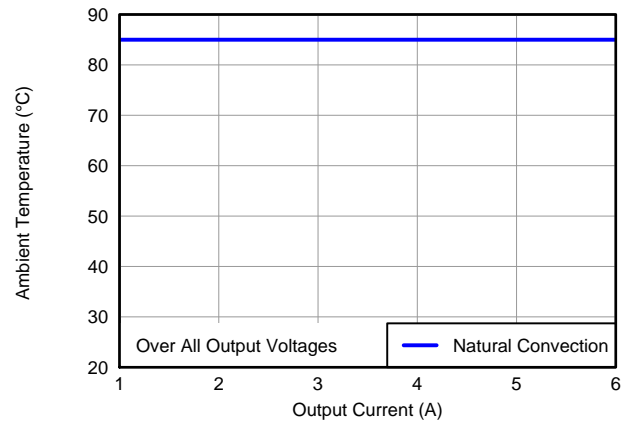

Abbildung 9. Sicherer Betriebsbereich
- (2) Die Temperatur-Derating-Kurven stellen die Bedingungen dar, unter denen interne Komponenten die maximalen Betriebstemperaturvorgaben des Herstellers nicht überschreiten. Die Derating-Grenzwerte gelten für Bauteile, die mit Kupfer (1 oz.) direkt auf eine doppelseitige PCB von 100 mm × 100 mm gelötet wurden. Gilt für Abbildung 9.